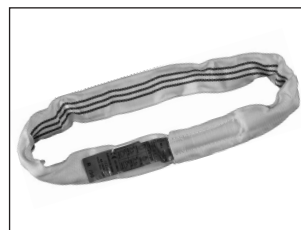

Abbildung 9:
- Hebebänder (siehe Abbildung 8) und Rundschnellen (siehe Abbildung 9) mit eingenahtem Etikett mit Angaben zu Tragfähigkeiten bei gebräuchlichen Anschlagarten (Spezifikationen siehe Lieferanten von Hebebändern und Rundschnellen).